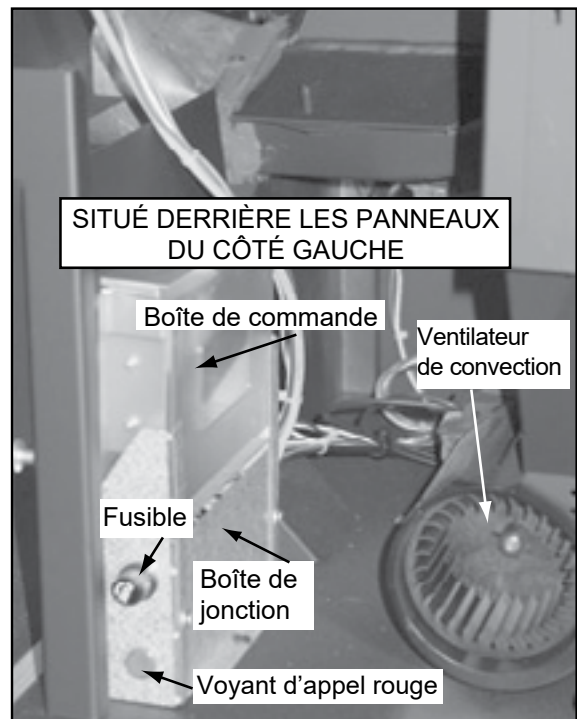

Figure 11.3
5. Regardez à travers l'orifice du côté inférieur gauche du panneau et vous verrez le voyant d'appel rouge allumé sur la boîte de commande (**Figure 11.3**). Cela indique que le thermostat demande de la chaleur. Sur le CAB50, le voyant peut être vu par l'arrière à travers l'orifice près du côté inférieur gauche du panneau arrière.
REMARQUE : 2 piles AA incluses avec le thermostat doit être installé à l'avant de l'appareil peut être utilisé (voir Figure 11.3 à la page 11).